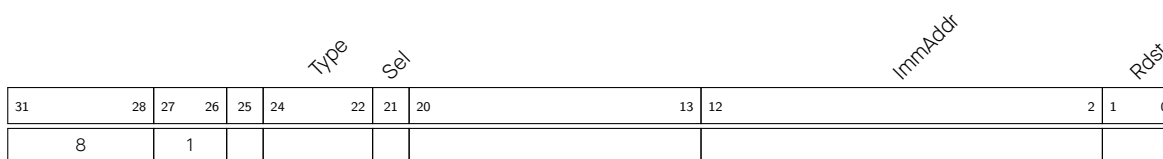

图 2-16. 指令类型 - JUMP
**Operand 描述** - 见图 2-16*Rdst* 寄存器 R[0-3], 存储需跳转至的目标地址*ImmAddr* 11 位地址, 单位为 32 位字*Sel* 跳转目标地址来源:0 - *ImmAddr* 存储的地址1 - *Rdst* 存储的地址*Type* 跳转类型: